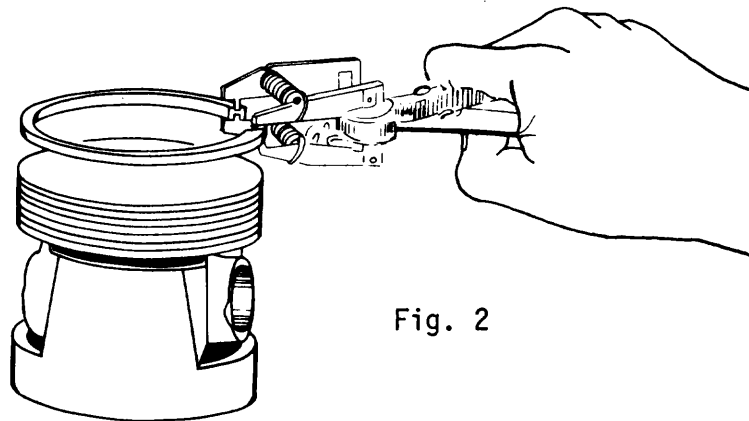

Fig. 2
- b Retire los anillos del pistón usando un extractor (fig. 2).